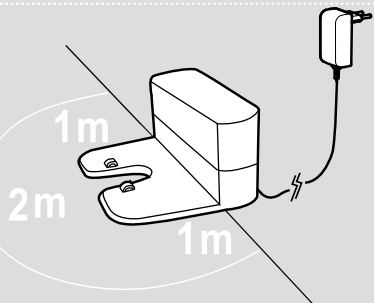

Fig. 2
1. Enchufe el adaptador de corriente y conéctelo a la base de carga. **[Fig. 2]**
4. No debería haber ningún objeto en el área cercana a la base de carga en 2m por delante y 1m a cada lado. **[Fig. 2]**